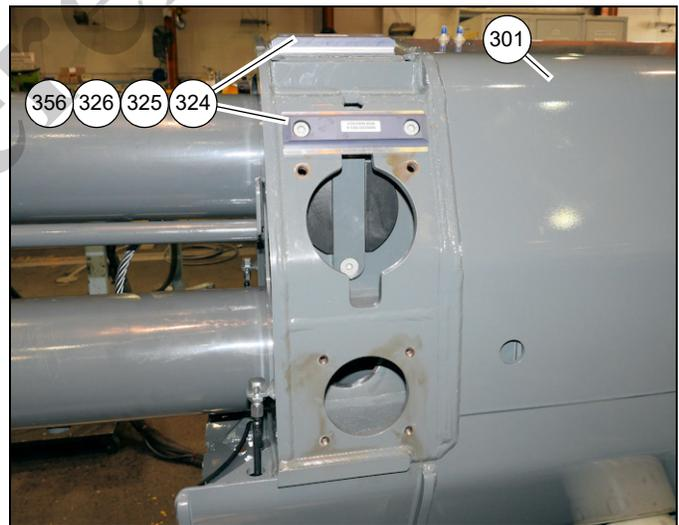

FIGURA 4-20
29. Retire los pernos (327) que fijan las almohadillas de desgaste superior y lateral (326, 356) y los suplementos (324, 325) a la sección telescópica 2 (301) (vea la Figura 4-20).